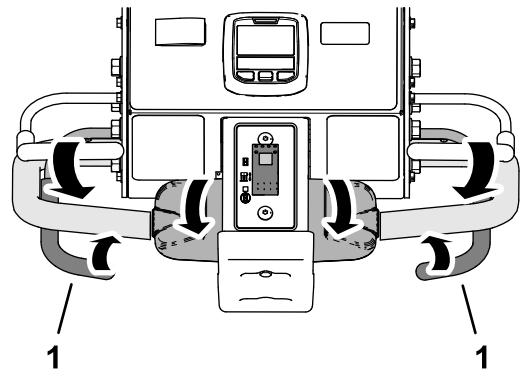

图 90
3. 在前轮胎滚过打孔区域的周边时握住左侧或右侧打孔把手图 90。